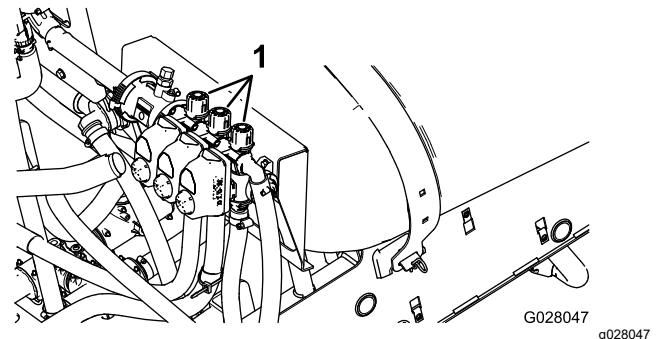

Figure 70
2. Désactivez la section gauche et réglez le bouton de dérivation de la section gauche (**Figure 70**) jusqu'à ce que la pression indiquée corresponde à celle réglée précédemment (généralement 2,75 bar).
4. Réglez la vanne de dérivation de la section droite (**Figure 70**) jusqu'à ce que la pression indiquée corresponde à celle réglée précédemment (généralement 2,75 bar).
6. Réglez la vanne de dérivation de la section centrale (**Figure 70**) jusqu'à ce que la pression indiquée corresponde à celle réglée précédemment (généralement 2,75 bar).